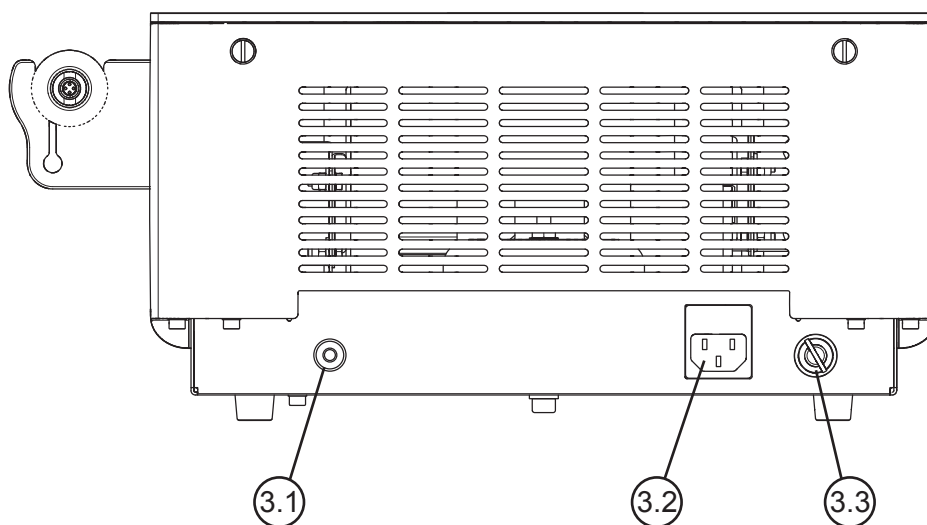

Figure 3
2. Insérez la clé de contact fournie dans l'interrupteur situé à l'arrière de l'appareil (*Figure 3*) et maintenez-la en position O. La clé de contact peut uniquement être retirée en position O.
4. Insérez le connecteur de verrouillage à distance (voir section 10.1) dans la prise correspondante située à l'arrière de l'appareil (*Figure 3*).
5. Insérez le connecteur femelle du cordon d'alimentation dans la prise d'alimentation située à l'arrière de l'appareil (*Figure 3*).
Le connecteur de verrouillage à distance (*Figure 3*) permet d'interrompre l'émission du faisceau laser en cas d'événements spécifiques extérieurs à l'appareil.
1. Allumez la machine en tournant la clé de contact en position I (Figure 3).
5. Pour éteindre la machine, tournez la clé de contact en position O (Figure 3).